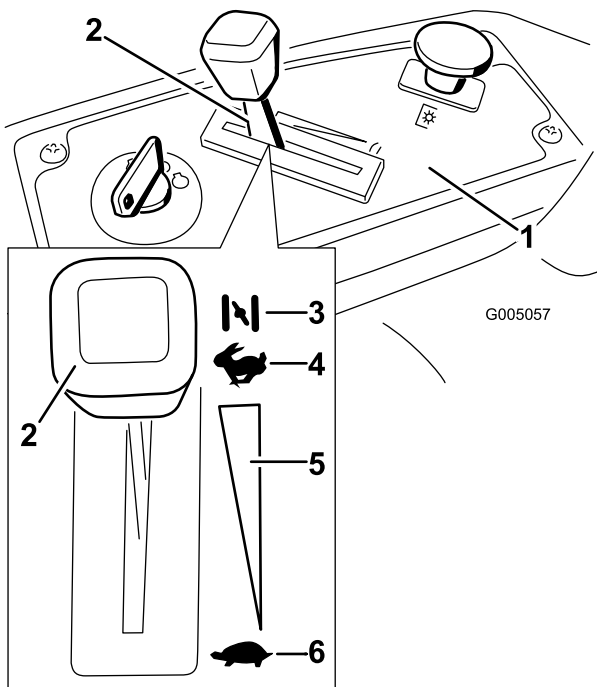

Figura 12
- Mueva la palanca del acelerador a la posición Estárter antes de arrancar el motor si éste está frío (Figura 12).
- Cuando el motor arranque, mueva el acelerador a la posición Rápido (Figura 12). Si el motor se cala o funciona irregularmente, vuelva a colocar el acelerador en Estárter durante unos segundos. Repita este procedimiento tantas veces como sea necesario.
3. Gire la llave de contacto a la posición Desconectado (Figura 12) y retire la llave.